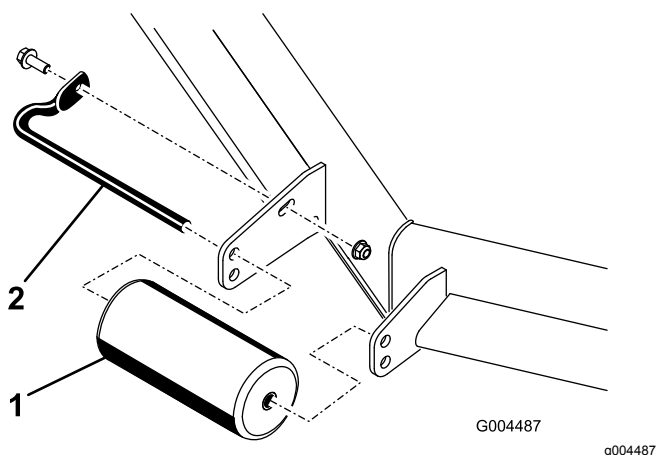

図 10
- A. ローラのシャフトをデッキのブラケットに固定しているねじとナットを取り外す図 10。